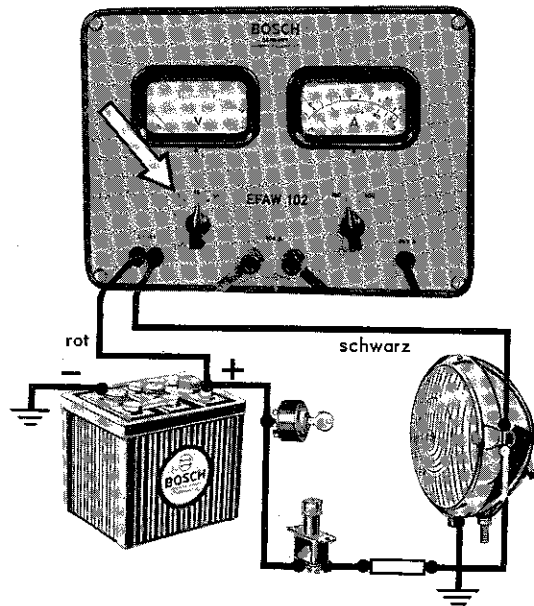

Bild 10
b) **Spannungsabfall in Verbraucherleitungen** (siehe Bild 10)